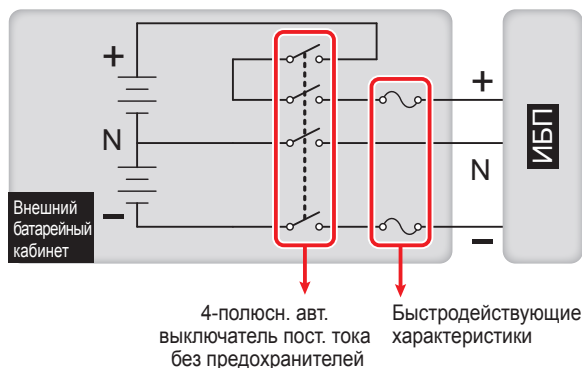
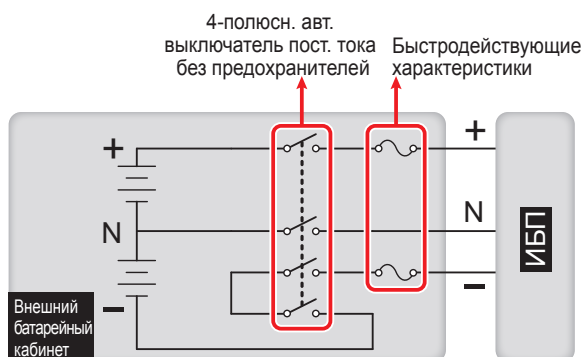

Рис. 5-13. Установка 4-полюсного автоматического выключателя постоянного тока и быстродействующих предохранителей (I)
Рис. 5-14 : Установка 4-полюсного автоматического выключателя постоянного тока и быстродействующих предохранителей (II)
- Необходимо использовать 4-полюсный автоматический выключатель постоянного тока (без встроенных предохранителей) с отключающей способностью 35 кА пост. тока. На один полюс разрешается подавать постоянное напряжение 250 В, на два последовательно включенных полюса – 500 В, а на три – 750 В. При установке 4-полюсного автоматического выключателя постоянного тока и быстродействующих предохранителей между ИБП и батарейным кабинетом других изготовителей руководствуйтесь **Рис. 5-13** и **Рис. 5-14**.
Подключение внешнего батарейного кабинета к ИБП показано на **Рис. 5-13**. См. также Руководство по эксплуатации внешнего батарейного кабинета.